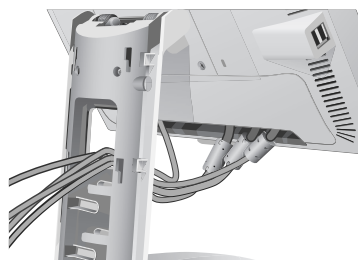

Figura C.4
6. Coloque la cubierta de conectores en la carcasa trasera del monitor (**figura C.4**).